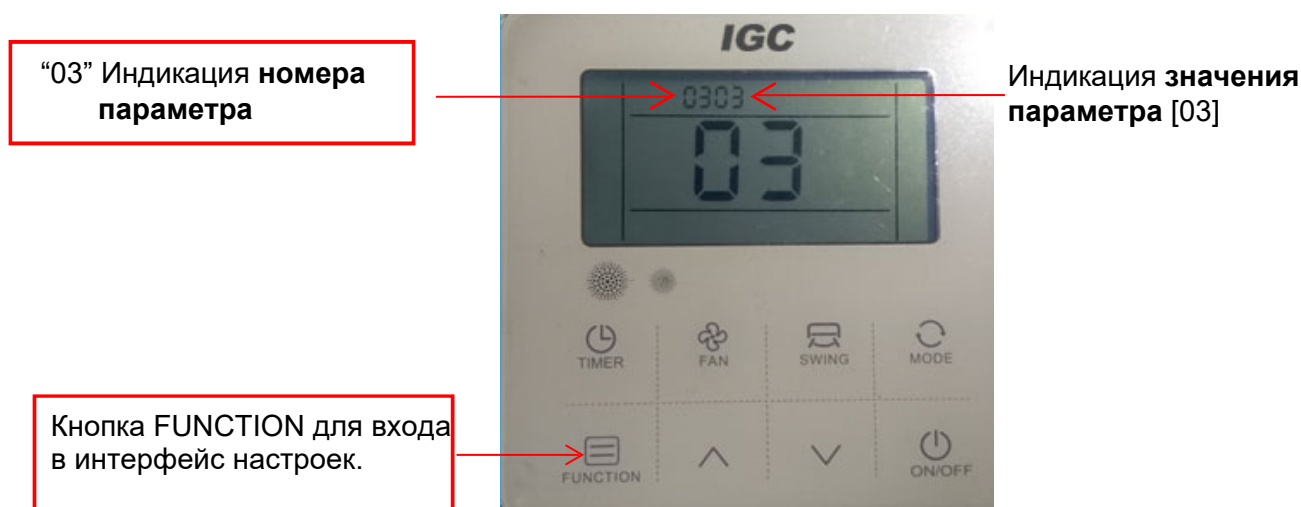

Рис.3.6
- 2) Войдите в режим настроек: нажмите и удерживайте в течение 5...10сек кнопку "FUNCTION". На дисплее высветится индикация **НОМЕРА ПАРАМЕТРА** и **ЗНАЧЕНИЕ ПАРАМЕТРА** настраиваемого параметра (рис.3.6).